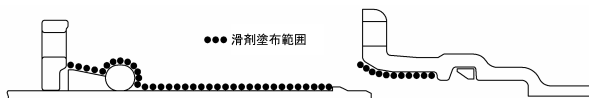

図31 滑剤塗布範囲
- (1) 滑剤は、ダクティル鉄管継手用滑剤を使用する。
- (2) ゴム輪の外面および受口内面に滑剤をムラなく塗布する。塗布範囲は図31に示す。